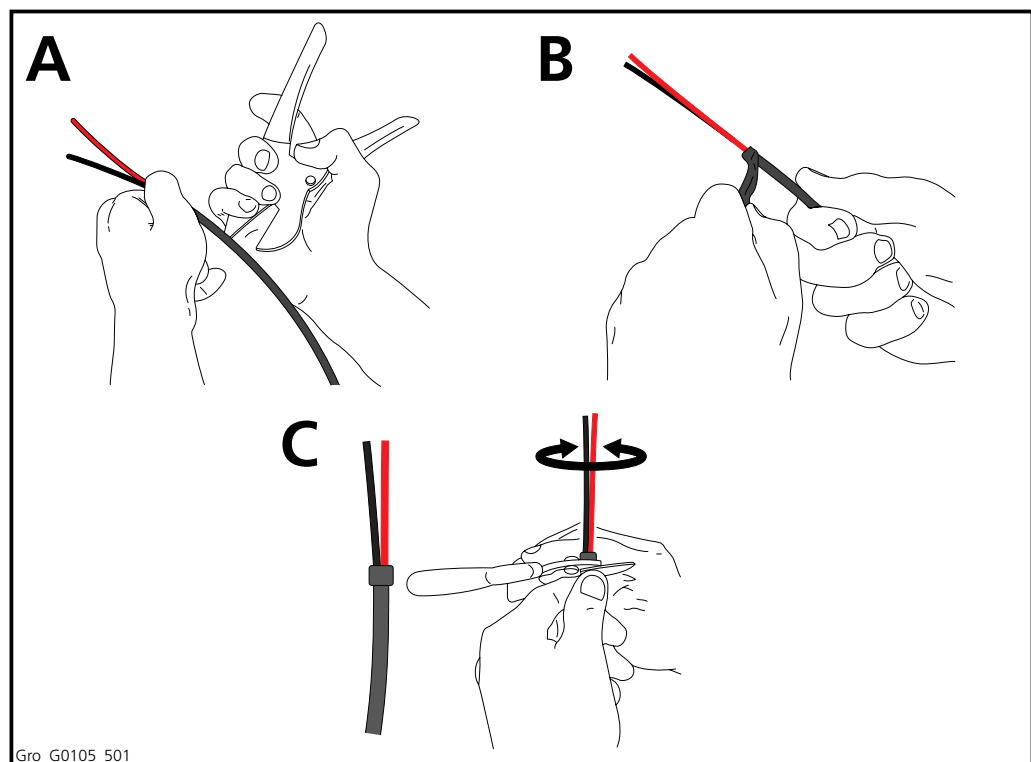

Abbildung 5.2 Entfernen der Ummantelung
4. Bestimmen Sie bei Mehrfach- (Polyamid-) Leitungen grob die gewünschte Länge der einzelnen Leitungen und schneiden Sie die Ummantelung über diese Länge ab (Abbildung 5.2.A/B). Achten Sie darauf, die einzelnen Leitungen in der Ummantelung nicht zu beschädigen. Der abisolierte Teil der Mehrfachleitung muss so aussehen wie in (Abbildung 5.2.C) gezeigt.